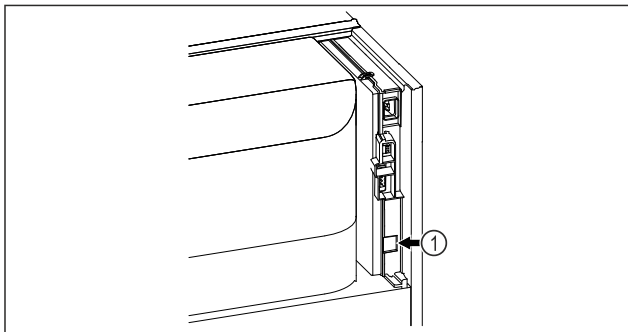

Fig. 95
- Το SmartModule Fig. 95 (1) είναι τοποθετημένο.